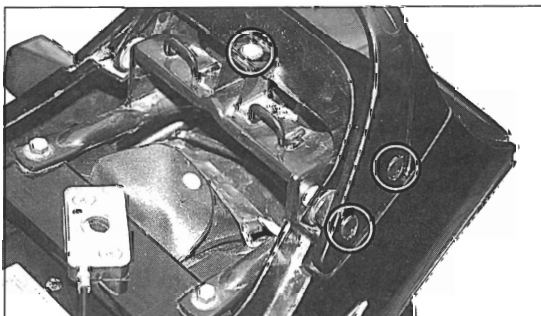

Bild 8
- Befestigungsschrauben des Sozius-Haltegriffs ausdrehen und Griff abnehmen. Kreuzschlitzschraube ausdrehen und Verkleidungsbürzel abnehmen (Bild 8).